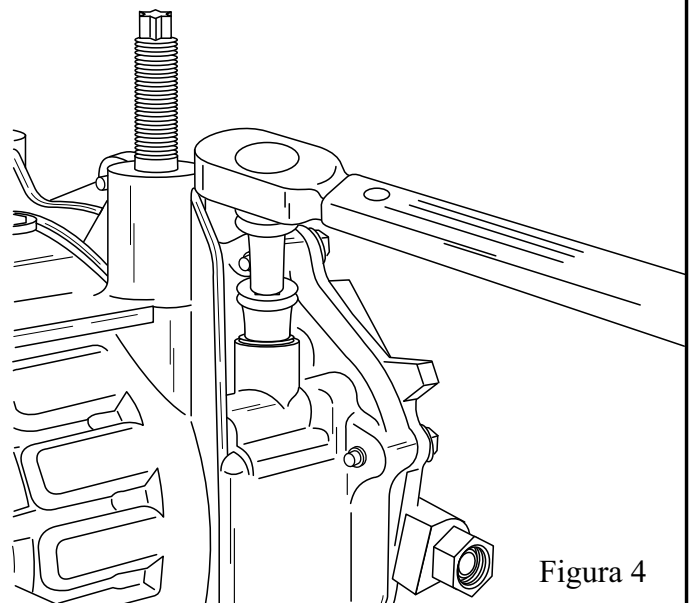

Figura 4
7. Instale el tornillo retenedor de la banda que seleccionaste y aprietalo a 33 ft. lb. (Figura 4).